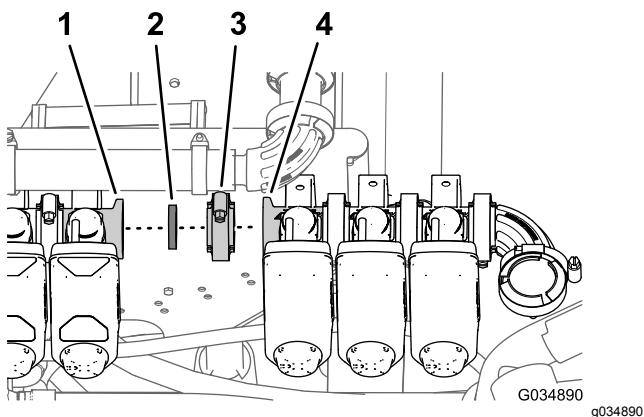

図 65
1. 左ブームバルブノズルバルブ 8 番を、ノズルバルブ 7 番のフランジに合わせる 図 65。
2. フランジ付きクランプを使って、ガスケットとノズルバルブ8番を、ノズルバルブ7番に仮止めする 図 65。